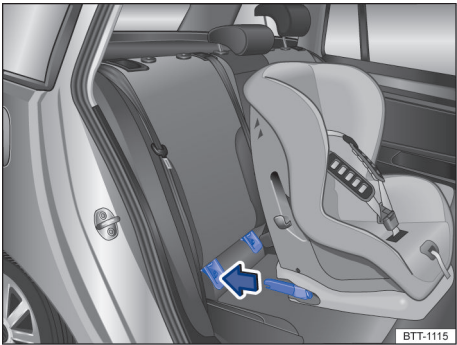

Fig. 57 Representação esquemática: instalar a cadeira de criança ISOFIX com os braços de apoio.
- Inserir os braços de apoio da cadeira de criança nas ancoragens ISOFIX → Fig. 57, no sentido da seta. A cadeira de criança deve engatar de modo seguro e audível.